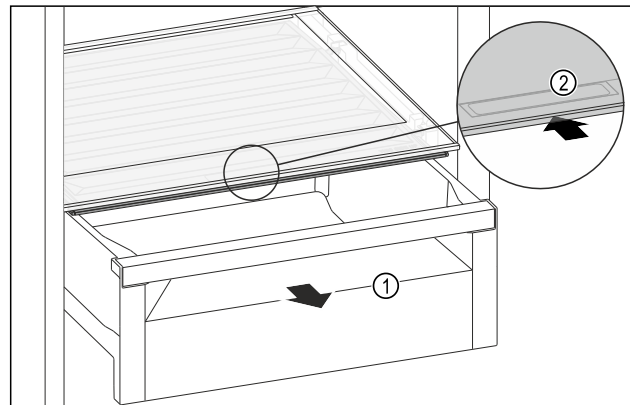

Fig. 194
- Estrarre il cassetto Fig. 194 (1).
- Afferrare la maniglia incassata Fig. 194 (2) sul coperchio dello scomparto e spingere allo stesso tempo all'indietro il coperchio dello scomparto.